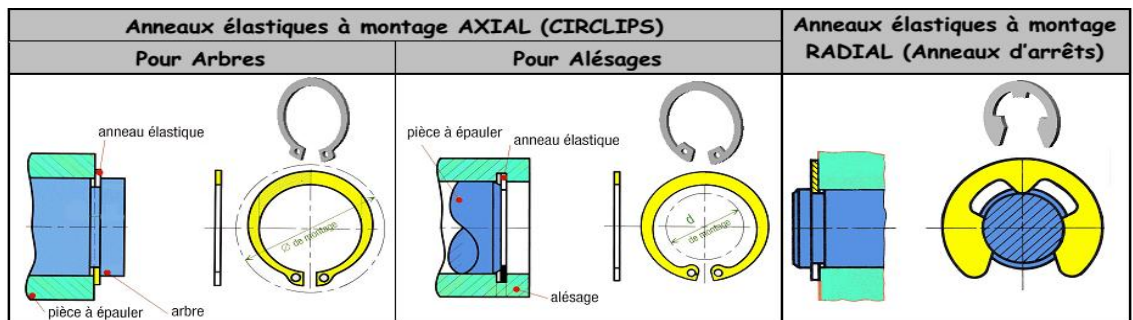

Fig. 8 : Anneaux élastiques
7. Anneaux élastiques : (fig. 8)